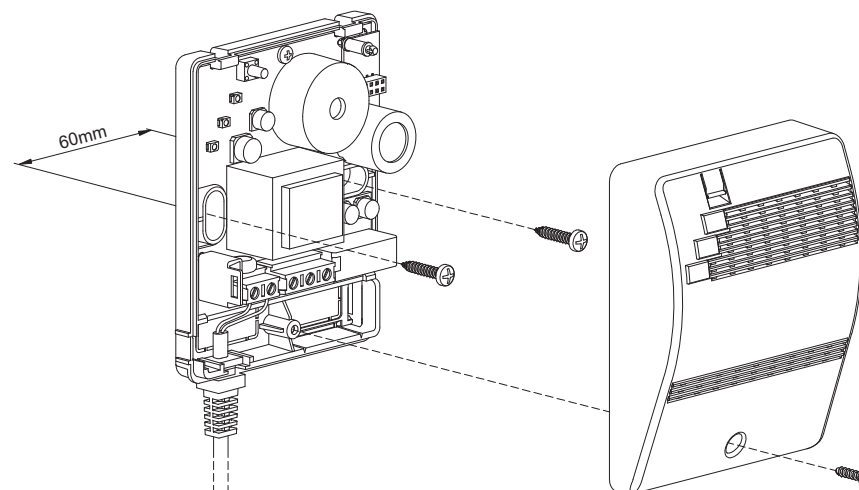

Fig. 2: Esempio di installazione.
3. Rimuovere la calotta come indicato in Fig. 2:
L'apparecchio è previsto unicamente per installazione a parete e collegamenti elettrici tramite cavi esistenti sotto traccia e provenienti dall'impianto elettrico fisso. La sicurezza e la funzionalità dell'apparecchio sono garantite solamente con un collegamento elettrico che sfrutti il passaggio per i cavi previsto sulla base plastica. Per accedere alla morsetteria svitare la vite presente e rimuovere il frontale (Fig. 2). Effettuare i collegamenti elettrici come da schemi proposti in Fig. 4, 5 o 6.